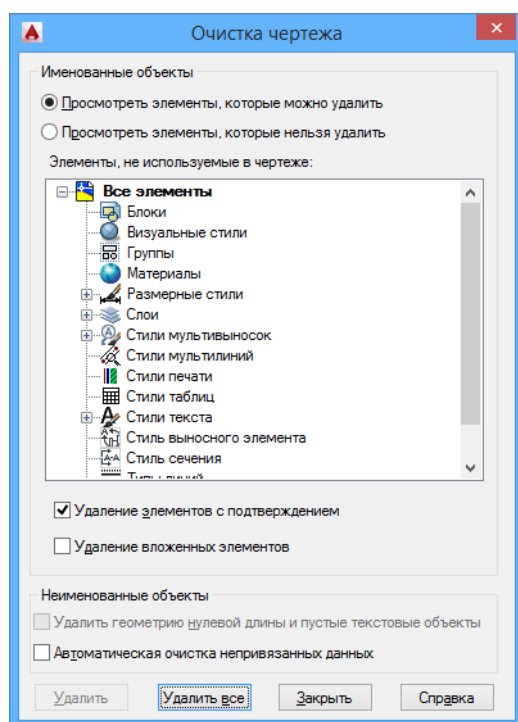

Рис. 18 Стандартное диалоговое окно AutoCAD очистки чертежа.
- в диалоговом окне *Очистка чертежа* (см. рис. 18) указать элементы, которые нужно удалить и нажать *Удалить* / *Удалить все*.